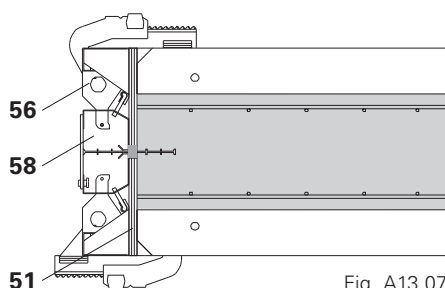

Fig. A13.07
- 2 pz. Componente esterno AT (56)
- 1 pz. Componente centrale MTF (58)
- 1 pz. Listello di compensazione (51) a cura del cantiere (Fig. A13.07)